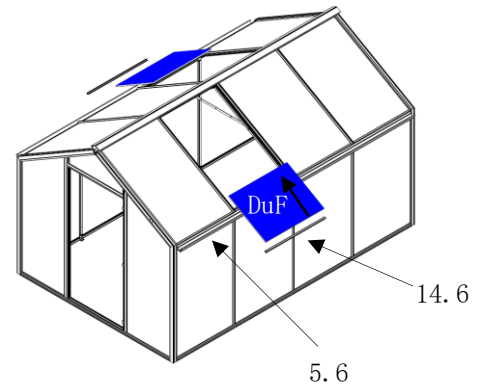

Abb. 97
- dann zusammen mit der Dachverglasung (Pos. DuF) hochgeschoben, (Abb. 97/98)